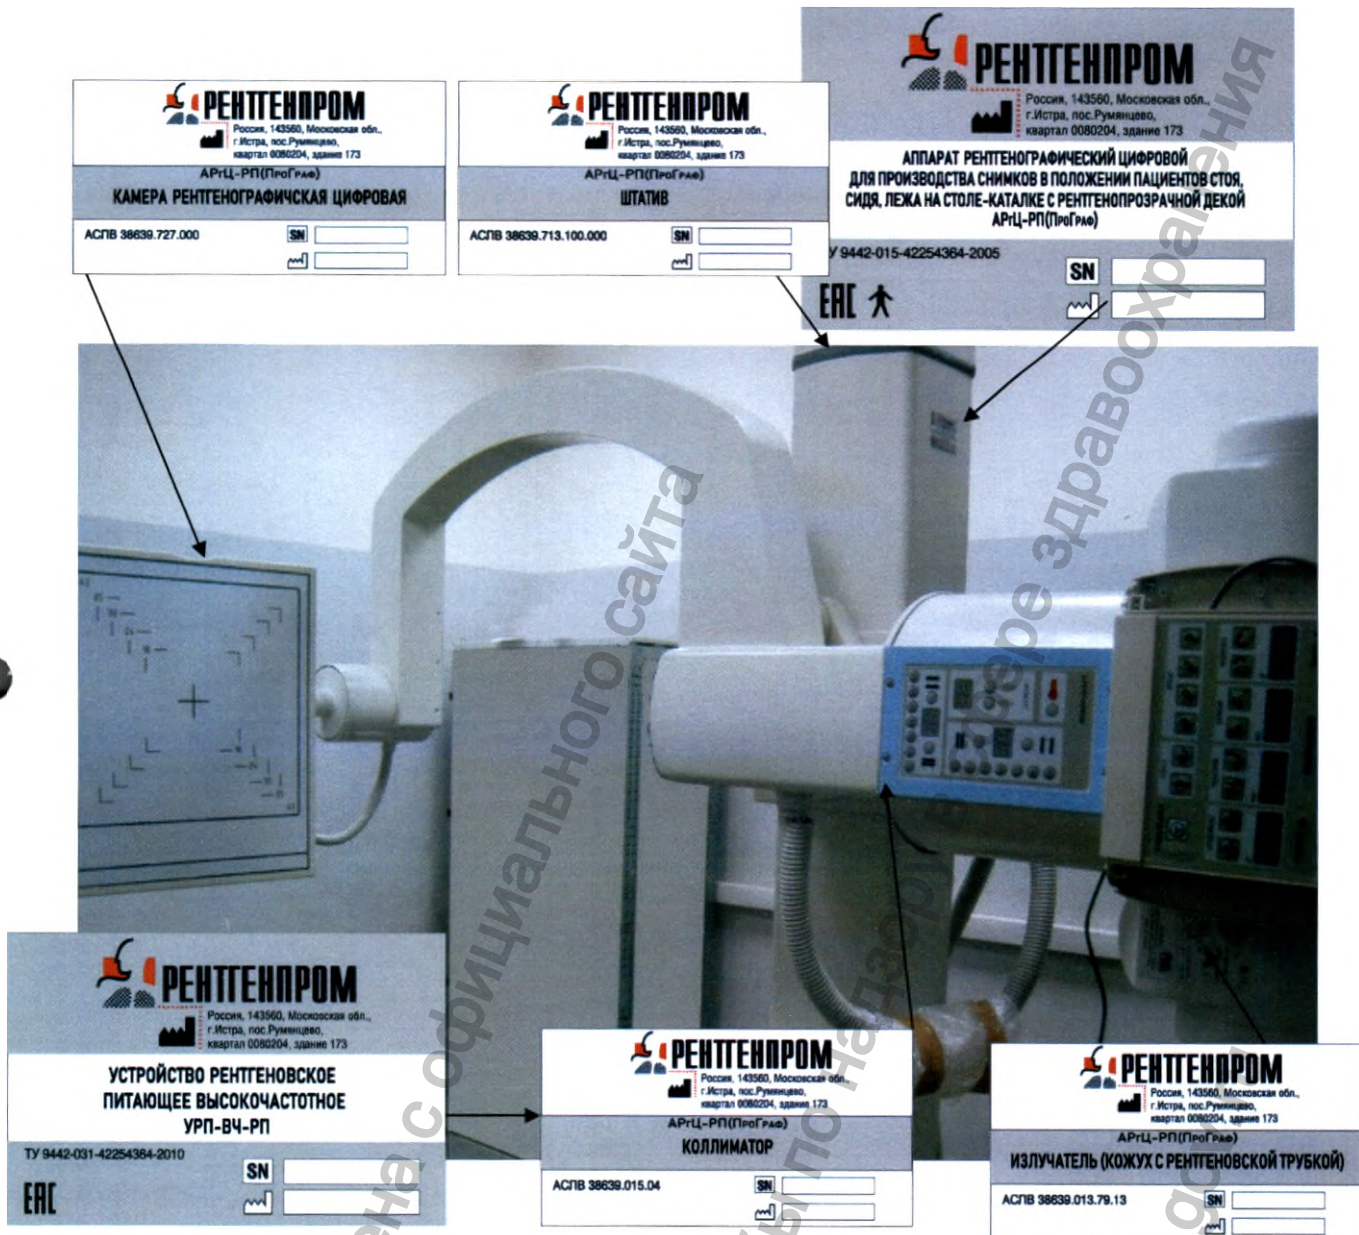

Рисунок 1 - Расположение маркировочных табличек.
3.4 Идентификация аппарата и его частей, а также информация об их изготовителях осуществляется с помощью маркировочных табличек, закрепленных на корпусе аппарата, питающем устройстве и АРМ1 и АРМ2. Серийный номер аппарата содержится в основной маркировочной табличке, размещенной в верхней части колонны. Содержание и расположение маркировочных табличек показано на рис. 1 и 2.